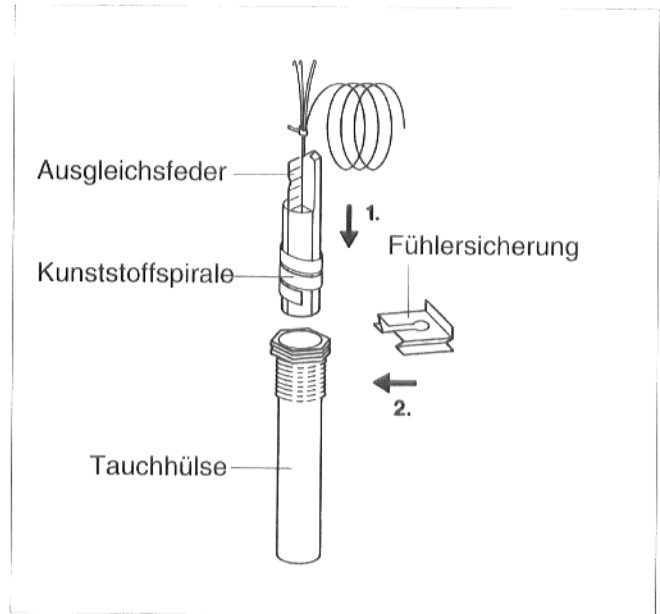

Abb. 28
- Temperaturfühler bis zum Anschlag in die Tauchhülse einstecken. Die Kunststoffspirale schiebt sich dabei automatisch zurück. Die Ausgleichsfeder muß mit in die Tauchhülse geschoben werden (Abb. 28).
- Fühlersicherung (Lieferumfang Regelgerät) von der Seite oder von oben auf den Tauchhülsekopf drücken (Abb. 28).